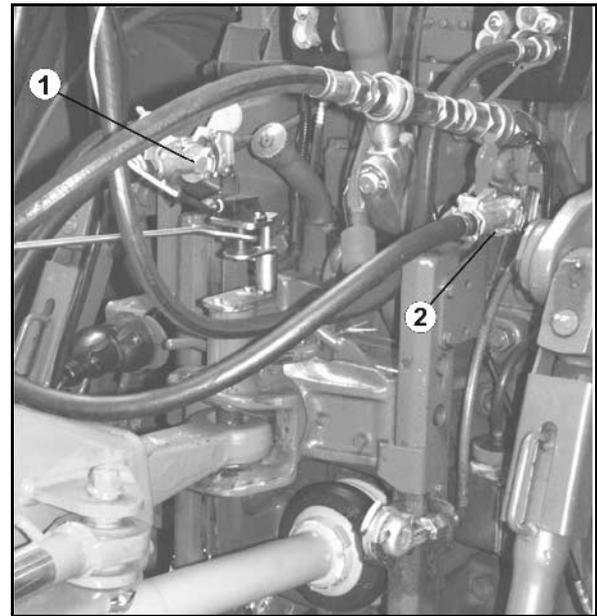

Рис. 42
5. Закрепите соединительную головку магистрали торможения (желтого цвета) (Рис. 42/1) соответствующим образом на маркированной желтым цветом муфте трактора.